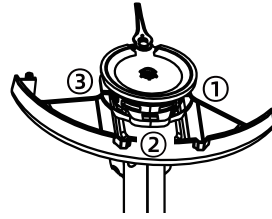

Fig. 2
- a. Gire el protector de seguridad y la cabeza de la recortadora hacia la parte trasera. Alinee e inserte las hebillas izquierda y derecha del protector de seguridad en las ranuras correspondientes de la cabeza de la recortadora. En este punto, la hebilla central está alineada con su ranura pero aún no está fijada. (Fig. 2)